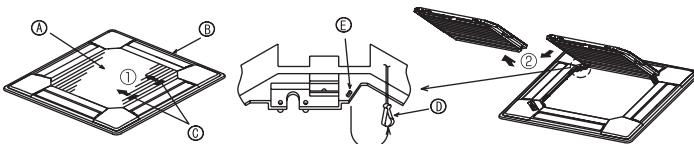
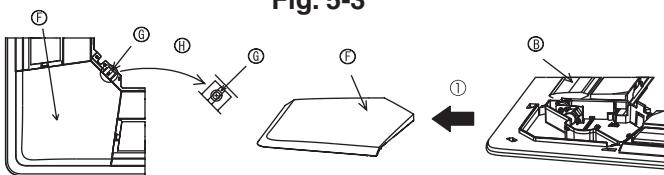

Fig. 5-3
Fig. 5-4
5.2.1. Retrait de la grille d'admission (Fig. 5-3)
- Pour ouvrir la grille d'admission, faire glisser les leviers dans le sens indiqué par la flèche ①.
- Lorsque la grille se trouve en position "ouverte", retirer la charnière de la grille d'admission comme indiqué par la flèche ②.
5.2.2. Retrait du panneau en coin (Fig. 5-4)
- Retirer la vis du coin du panneau en coin. Faire glisser le panneau comme indiqué par la flèche ① pour le déposer.
[Fig.5-3, 5-4]